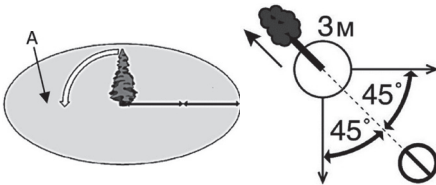

Рис. 10 Зона безопасности при валке дерева.
- Обязательно выберите путь к отходу. Путь отхода должен быть направлен по диагонали в сторону, противоположную направлению падения, под углом 45 градусов, и вы должны отойти минимум на 3 метра от ствола, на тот случай, если во время падения комель дерева отскочит в сторону. Зона безопасности (А) должна быть не менее 1,5 высоты дерева (Рис. 10).